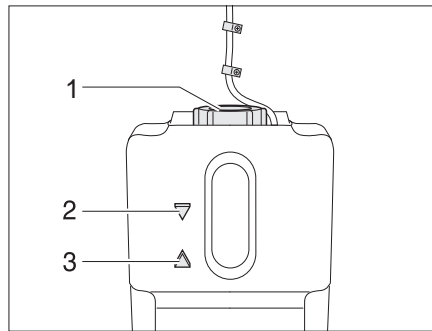

Bild 274 Ausgleichsbehälter Warmwasser-Heizung
- Prüfen, ob am Ausgleichsbehälter (Bild 274) die Flüssigkeit zwischen der Markierung "MIN" (Bild 274,3) und "MAX" (Bild 274,2) steht.
- Am Ausgleichsbehälter den Drehverschluss (Bild 274,1) aufdrehen.